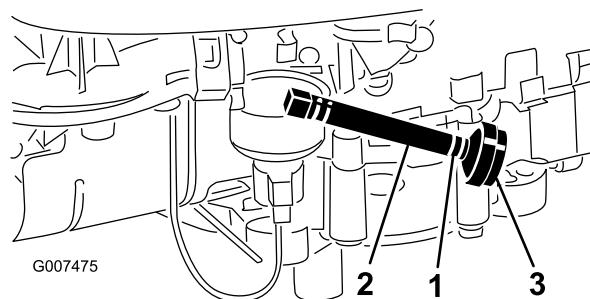

Figure 28
8. Pincez les extrémités du collier de fixation et poussez le collier en haut de la conduite d'alimentation, en direction du réservoir de carburant (Figure 28).
- Débranchez la conduite d'alimentation du filtre (Figure 28) et laissez l'essence s'écouler dans un bidon ou un bac de vidange.
Remarque: Le meilleur moment pour remplacer le filtre à carburant (Figure 28) est lorsque le réservoir à carburant est vide. Ne remontez jamais un filtre sale après l'avoir enlevé de la conduite d'alimentation.
- Pincez les extrémités des colliers et faites glisser ceux-ci pour les éloigner du filtre (Figure 28).